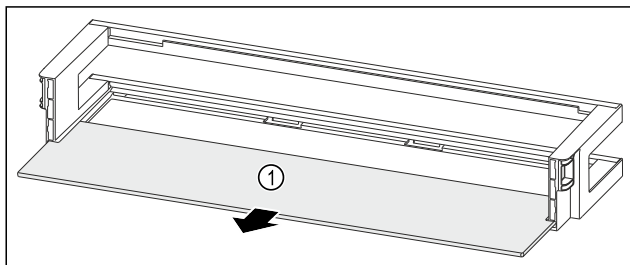

Fig. 241 Polica u vratima s policom za odlaganje
- ▶ Izvadite policu Fig. 241 (1).